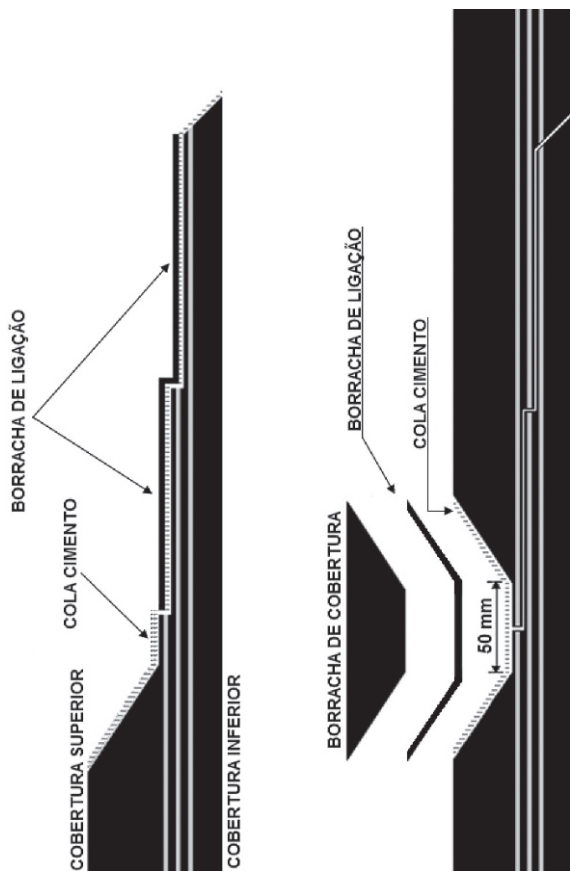

Figura 74: Aplicação do adesivo cimento e borracha de ligação
2. Aplicar uma camada de Borracha de Ligação sobre a superfície dos passos – com exceção do *Passo de Acabamento*, no qual será aplicada posteriormente (ver figura 74).
8. Aplicar a borracha de ligação sobre as lonas do *Passo de Acabamento* (ver figura 74).
9. Repetir os procedimentos do item 3: Roletar sobre o papel protetor; retirar o papel, limpar com solvente e furar com a sovela.
10. Aplicar a borracha de cobertura, na região de acabamento, para preencher o espaço e formar a “tira de acabamento” (ver figura 74).